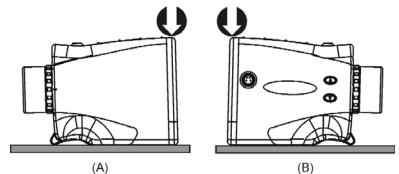

Abbildung Nr. 15
4. Setzen Sie das TruPulse-Instrument auf eine flache und relativ ebene Fläche wie in Abbildung Nr. 15 gezeigt. Halten Sie den vorderen Teil des Instruments mit dem Finger flach zur Oberfläche (Pfeil in Abbildung Nr. 15A und B).